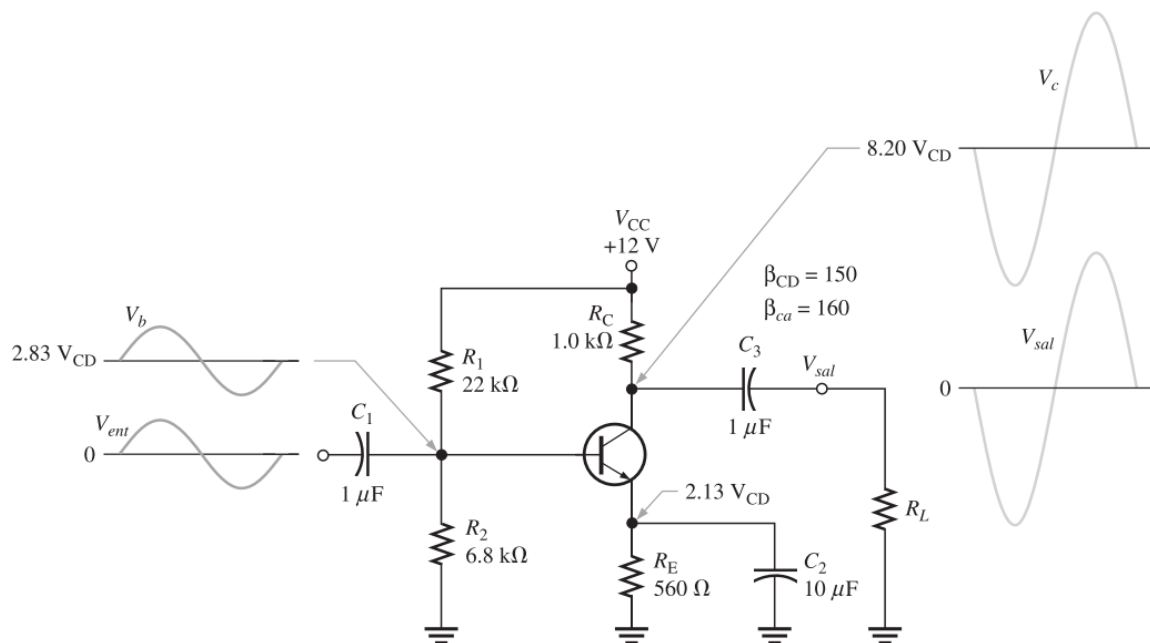

Fig. 1. Amplificador BJT en configuración de emisor común.
2. Separe el circuito equivalente de c.d. (Fig.1) y analíticamente calcule los siguientes parámetros: